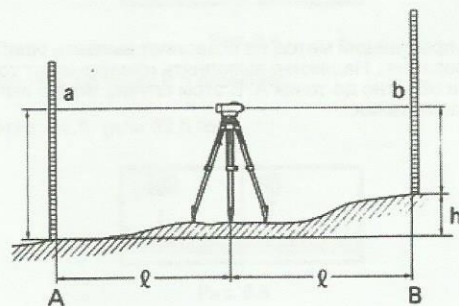

Рис. 6.1
1) Установите прибор приблизительно посередине между точками А и В (рис. 6.1). Дальномерные нити сетки нитей могут быть использованы для визуального контроля расстояний (см. раздел «6.3 Измерение расстояний по дальномерным нитям»).
- 4) Разность отсчетов а - b является превышением точки В относительно точки А (рис. 6.1).